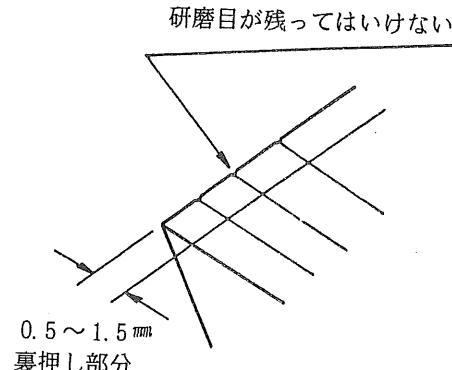

図2
(4) 刃物研磨及び調整時の注意
- 刃物を研ぐとき、刃の裏に研磨目が残らないように充分裏押しをして下さい。 図2